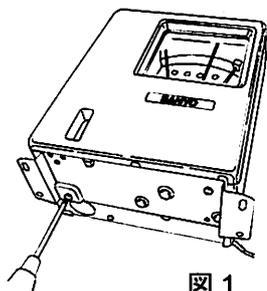

図1
庫内灯が寿命の際には、次の手順の通りに庫内灯(電球)を交換してください。庫内灯は庫内上部の奥側にあります。(図 1)
1. 保冷库用自記温度記録計(MTR-0620LH)に、記録計に同梱されている説明書を参考にして、取付金具を取付けます。(図1)